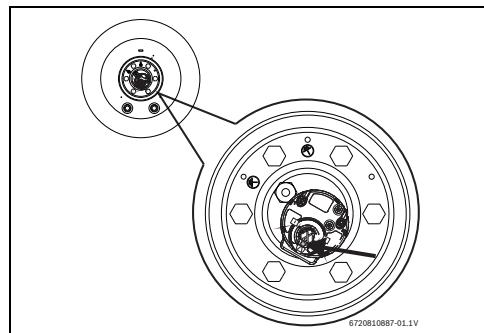

Рис. 13 Кнопка разблокировки
- ▶ Полностью нажмите кнопку разблокировки (рис. 13).